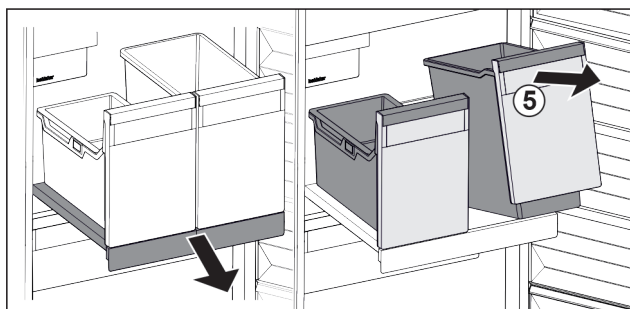

Fig. 89
- ▶ Lyft behållaren Fig. 89 (5) fram till.